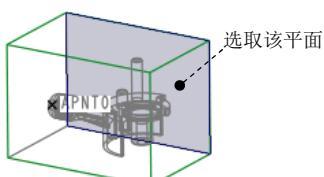

图 10.33 拉伸终止面
(4) 定义深度类型。在操控板中选择深度类型 **到选定的** (到选定的)，选取图 10.33 所示的面为拉伸终止面。
(5) 在“拉伸”选项卡中单击 **完成** 按钮，完成特征的创建。